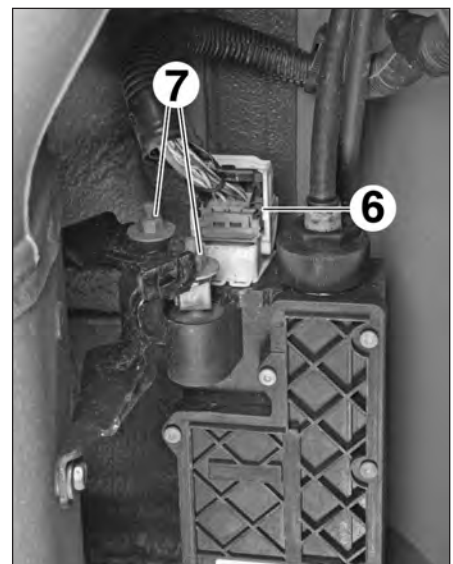

FIG.33
- Débrancher le connecteur (6) (Fig.33).
- Desserrer les écrous (7) de chaque côté.